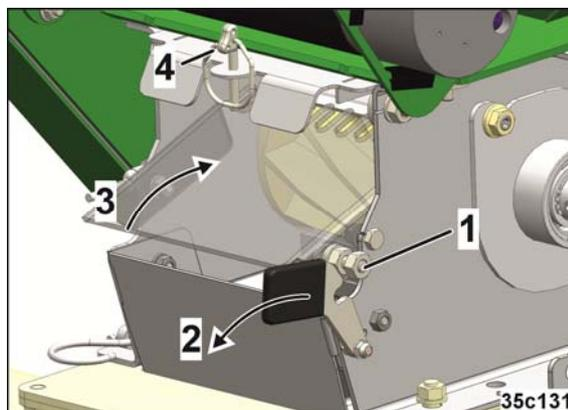

Fig. 46
1. Die Mutter lösen (Fig. 46/1) und die Sicherung öffnen (Fig. 46/2).
2. Das Sichtfenster nach innen schwenken (Fig. 46/3).
3. Den Klapstecker (Fig. 46/4) entfernen.
9. Schieber (Fig. 47/1) öffnen und sichern (Klappstecker Fig. 46/4).